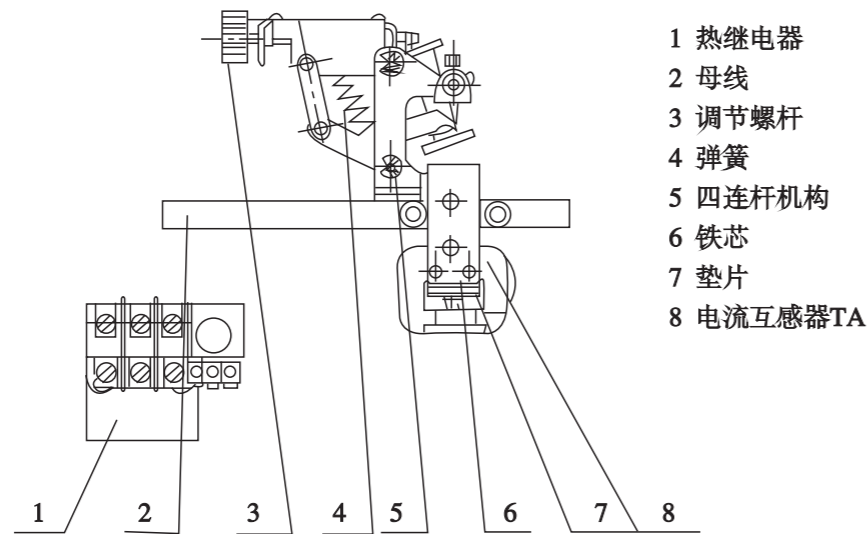

图11 热—电磁式过电流脱扣器
4.5.1 电磁式脱扣器(见图11)
4.5.2 热—电磁式脱扣器(见图11)